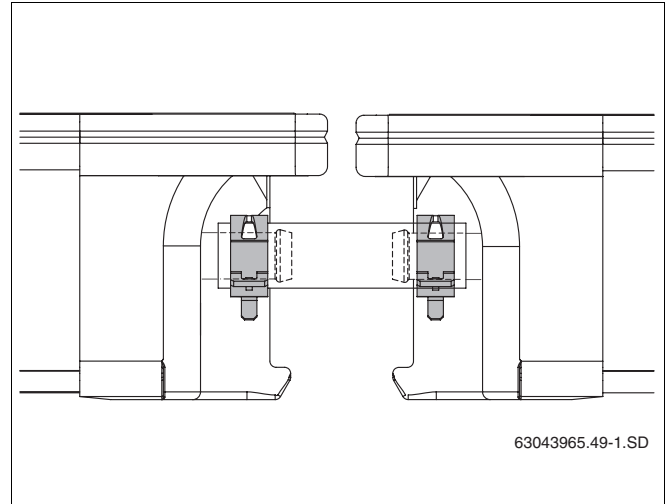

fig. 47 Mangueira solar com braçadeiras de mola fixadas
- ▶ Fixe cada mangueira solar à ligação do colector com uma braçadeira de mola (fig. 47).